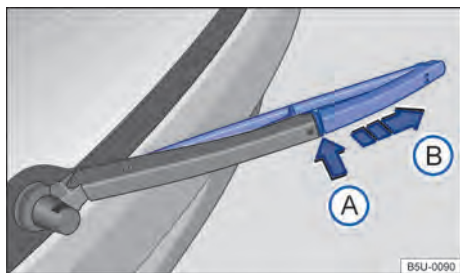

Fig. 151 Substituir a palheta do limpador do vidro traseiro.
- Manter a tecla de destravamento → Fig. 151 ⓘ pressionada.